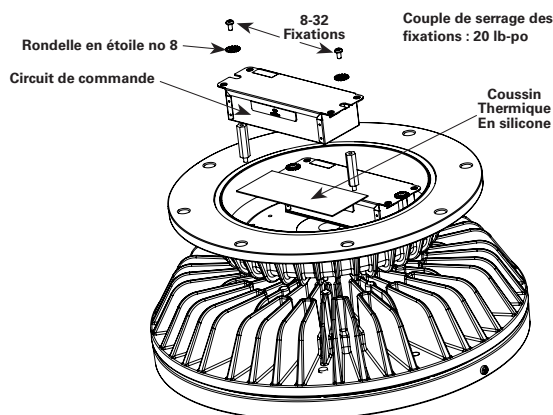

Figure 2
5. Remplacer le ou les circuits de commande. Débrancher les fils d'entrée de ligne et de circuit de commande neutre, ainsi que les fils de sortie à DEL rouge et jaune. De plus, débrancher les fils de gradation du circuit de commande des bornes de raccordement à levier Wago illustrées dans les schémas de câblage des Figures 2 et 3.
6. Retirer les vis 8-32, les rondelles, les circuits de commande et les coussins thermiques en silicone. (Voir Figure 2) Le matériel de remplacement est fourni.
8. Lors de l'installation du circuit de commande de remplacement, s'assurer que le coussin thermique, le circuit de commande, la rondelle en étoile, l'espaceur et la fixation sont installés. (Voir Figure 2)